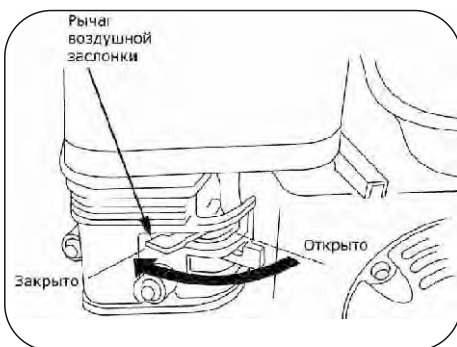

Рис. 11
- При запуске холодного двигателя переведите рычаг воздушной заслонки в положение «Закрыто» (рис. 11)